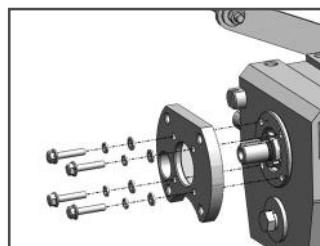

Рис. 4 Установка соединительного фланца
- Установить соединительный фланец (Рис.4).